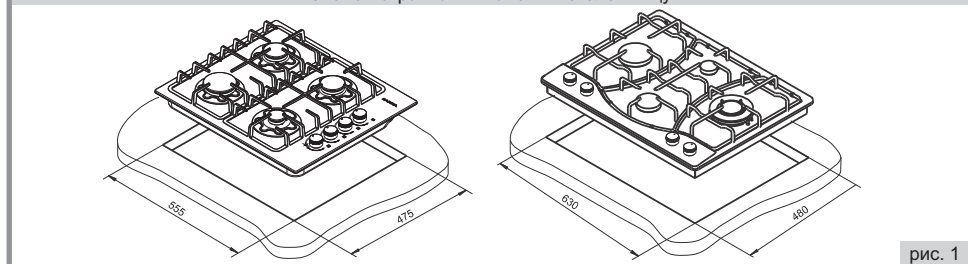

рис. 1
■ Выполнить в столешнице вырез с размерами 630x480 мм для моделей BGM341 01...04, для остальных моделей – вырез с размерами 555x475 мм (рис.1) и проверить входимость панели в вырез столешницы. При необходимости подработать вырез таким образом, чтобы панель свободно устанавливалась и извлекалась из столешницы.